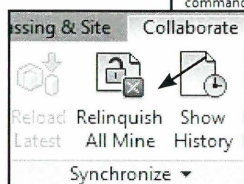

Fig. 16.09.
- Klik derefter på *Relinquish All Mine* (Fig. 16.09), for at frigive ejerskaber, så også andre kan få adgang.